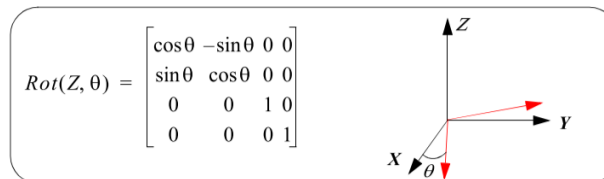

Figura 12: Matriz de Transformación de Rotación
- *Rot*(Z, θ): Movimiento de rotación θ radianes sobre el eje Z (Figura 12).